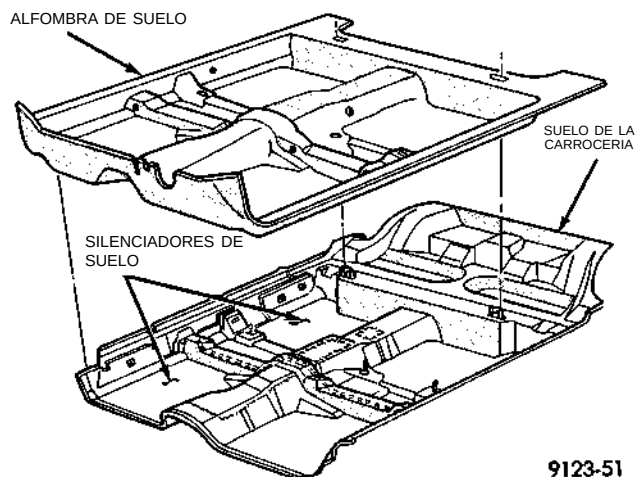

Fig. 68 Alfombra
- (1) Retire los asientos delanteros.
- (2) Retire el cojín del asiento trasero.
- (3) Retire los pernos que sujetan los anclajes inferiores de los cinturones de seguridad delanteros al suelo (Fig. 68).
- (4) Retire las cubiertas de las guarniciones de las vigas de las puertas.
- (5) Retire las cubiertas de las guarniciones del cubretablero.
- (6) Retire la consola central de suelo.
- (7) Retire el asidero de desenganche del maletero.
- (8) Retire los dispositivos de fijación inferiores del panel tapizado del parante B.
- (9) Tire de la alfombra desde detrás del panel tapizado.
- (10) Pliegue la alfombra por la mitad en dirección al asiento trasero.
- (11) Retire la alfombra a través de la abertura de la puerta trasera.